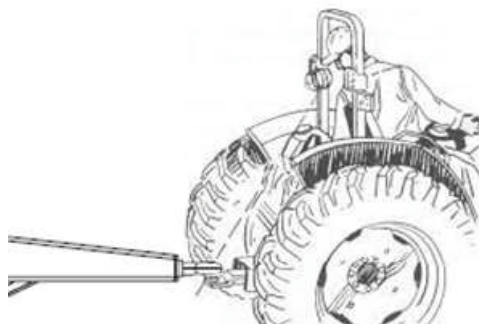

Figura 5- “Calzando” el enganche a la barra de tiro.
- Coloque el tractor para alinear el orificio de la barra de tiro con el orificio del enganche del mezclador-alimentador. A esto se le llama “calzar”. Es posible que deba practicar esta habilidad. (Figura 5)